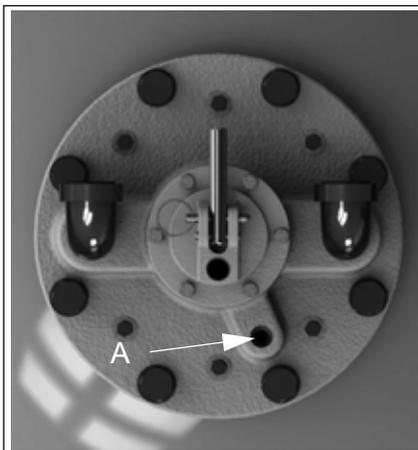

Fig. 8 : Raccordement de la conduite d'air à la tête de déclenchement
5. Retirer la vis à six pans creux du raccord d'alimentation en air du canon (voir Fig. 8).
- visser la conduite d'alimentation en air de remplissage du réservoir dans l'orifice prévu (item A, Fig. 8) sur la tête de déclenchement.